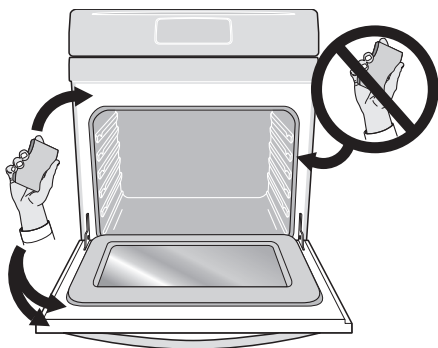

Figure 21 : Nettoyer autour du joint de porte du four
- Ne pas nettoyer le joint de porte du four (Figure 21). Le matériel tissé de la porte du four est essentiel à une bonne étanchéité. Il faut prendre garde à ne pas froter, endommager ou arracher le joint de porte.
- Nettoyer toute la saleté du cadre du four, la garniture de porte à l'extérieur du joint de porte et de la petite zone au centre avant de la sole du four. Ces zones reçoivent suffisamment de chaleur pour brûler les saletés. Nettoyer à l'eau savonneuse. Ces zones sont illustrées en blanc (Figure 21).